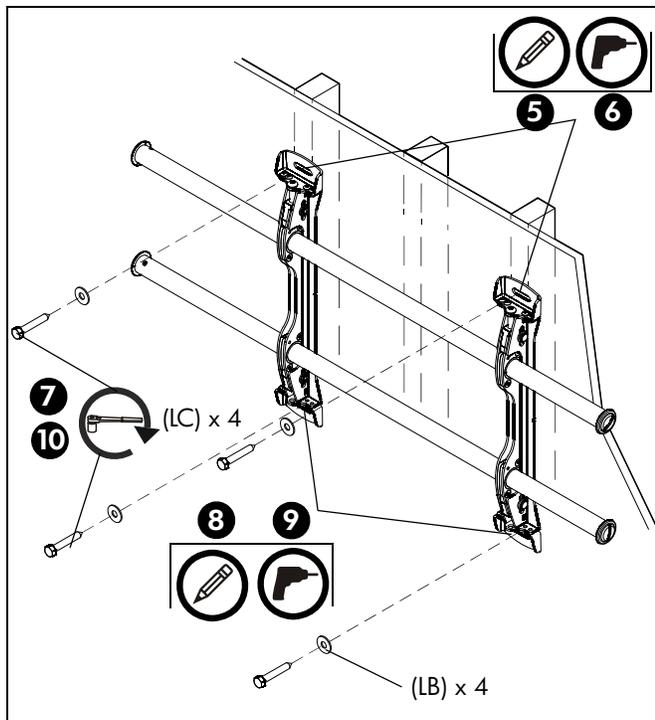

рис. 2
5. При помощи уровня сделайте на стене отметки на каждой из стоек каркаса там, где будут расположены верхние монтажные отверстия. (См. рис. 2)
7. С помощью двух 5/16 x 2-1/2" болтов (LC) и двух 5/16" плоских шайб (LB) прикрепите верхнюю часть кронштейна к стене. (См. рис. 2)
8. Отметьте точки размещения нижних монтажных отверстий и убедитесь в том, что эти точки расположены на стойках каркаса. (См. рис. 2)
9. Просверлите направляющие отверстия диаметром $7/32''$ в местах, отмеченных для нижних монтажных отверстий. (См. рис. 2)
10. С помощью двух болтов $5/16 \times 2-1/2''$ (LC) и двух плоских шайб $5/16''$ (LB) прикрепите крепление через нижние монтажные отверстия. (См. рис. 2)